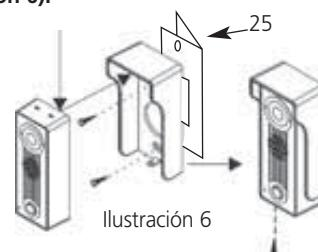

Ilustración 6
Paso 1 Montaje de la cámara de timbre en el bastidor (Ilustración 6).
- o Si ha comprado el cierre de arco opcional (25), por favor Monte este en el bastidor y atornille seguidamente el protector contra la lluvia en el cierre, utilizando los tornillos incluidos con el cierre arco.
- Deslice el cable de la cámara a través del agujero en el proector contra la lluvia y a través del bastidor y Monte la cámara en el protector, colocando el lado superior de la cámara en los caballetes del protector (vea ilustración 6).